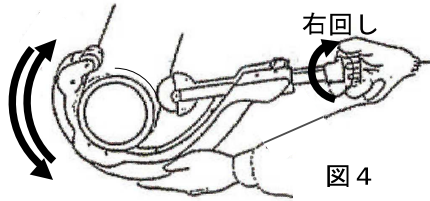

図4
- ⑤カッタを前後に2～3回往復し、ローラ部と「カッタホイール」を管になじませて下さい。（図4）